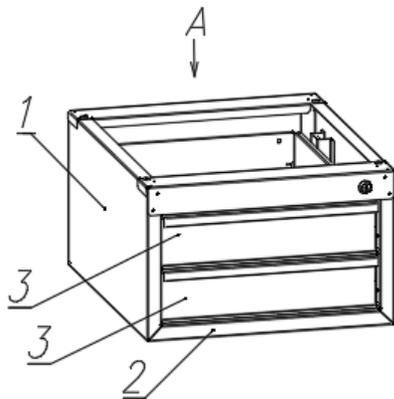

Рис. 1. Описание Тумбы подвесной
- 3.1. Тумба подвесная (см. рис. 1) состоит из: 1 - боковин; 2 - дна; 3 – 2-х ящиков выдвижных. **Поставка Тумбы подвесной осуществляется в собранном виде.**